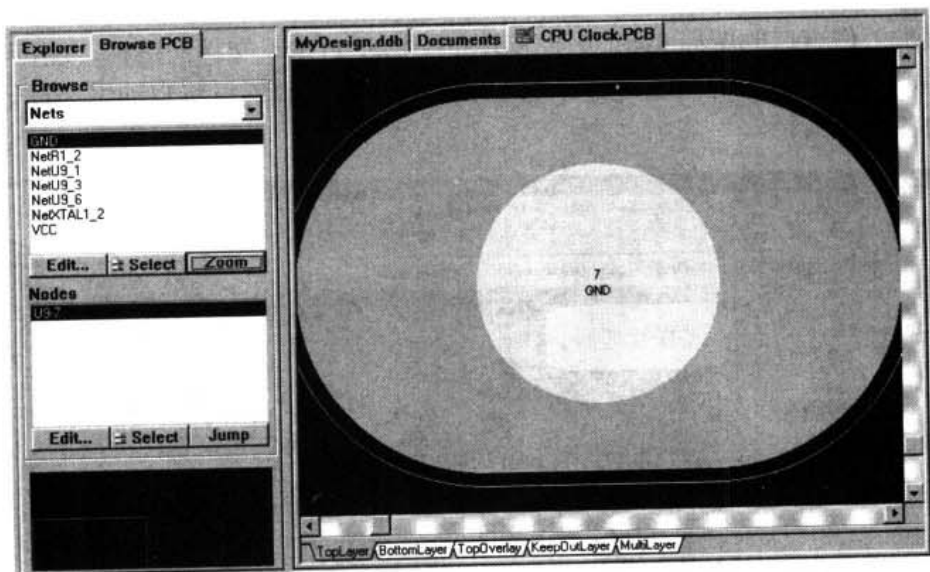

图 9-5 用浏览器放大所选的元素
- 在 PCB 浏览器中的 Browse 下拉列表中选择浏览类型,然后选中浏览对象,单击 Zoom 或 Jump 按钮,可将被选中的对象放大,如图 9-5 所示。